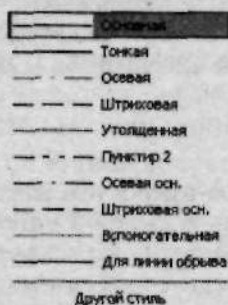

Рис. 2.16. Выпадающее меню **Стиль**
2. В нижней части экрана появится **Панель свойств**. Щелкните по треугольнику, расположенному справа от поля **Стиль**, и выберите нужный тип линии (рис. 2.16), например, **Пунктир 2**.